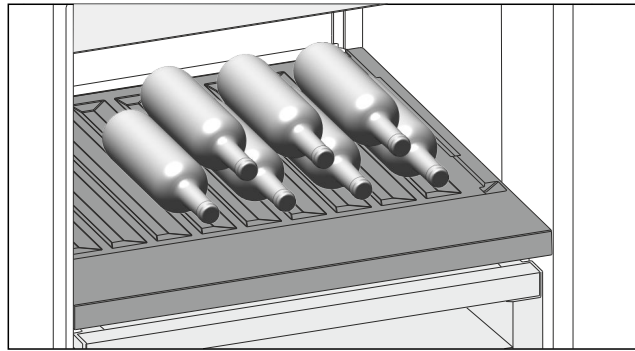

Fig. 119
- Flaschen mit dem Boden nach hinten zur Rückwand einlegen. (siehe Fig. 119)